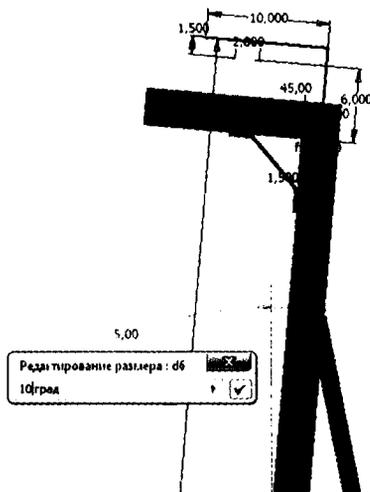

Рис. 11.15. Редактирование параметрических размеров скелета рамы
6. Далее измените угловой размер с **5** градусов на **10** (рис. 11.15), затем нажмите зеленую галочку в мини-панели, чтобы завершить редактирование.